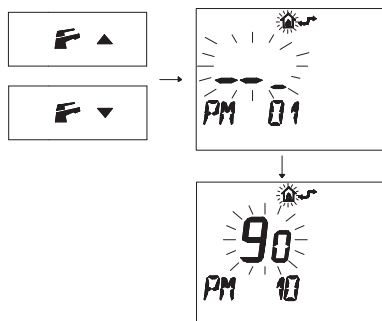

Рисунок 5.33
- Нажмите кнопку  или , чтобы вывести на дисплей код "PM10" для выбора частоты повторного включения (Рисунок 5.33).
Рисунок 5.33 показывает заданное значение **90**, которое соответствует повторному включению каждые 3 минуты.